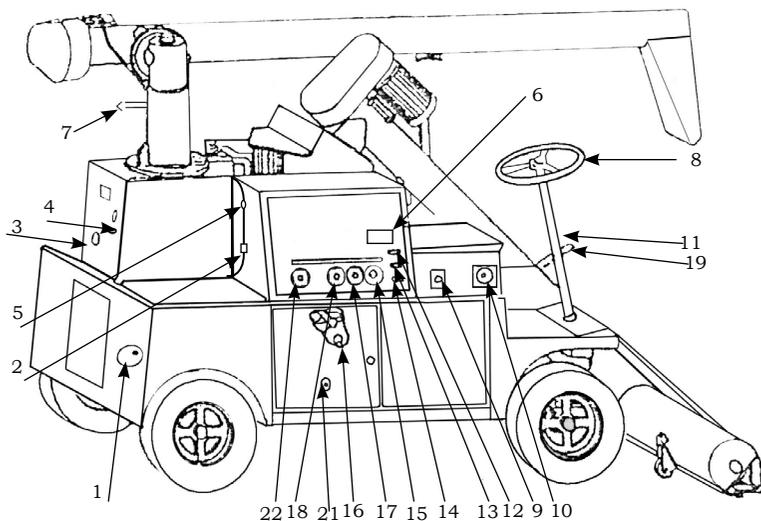

Рис.4.1.
3.23. Ежедневно, после установки рычага подачи семян (поз.19, рис.4.1) необходимо проверить правильность прилегания резинового уплотнения АПШ 13.003 (поз.3, рис.3.4)
4.1. Органы управления протравливателя (рис. 4.1) служат для управления процессами подготовки к работе, протравливания, а так же маневрирования.
Рукоятка механизма поворота 4 (см. рис. 4.1) и механизма подъема шнека предназначена для поворота и подъема выгрузного шнека с целью установки его в желаемое положение при выгрузке семян и маневрирования.
4.4. Посты управления (кнопки) (см. рис. 4.1) предназначены для ручного управления протравливателя механизмами в наладочном режиме. Кнопка 17
4.5 Для контроля работы протравливателя служат сигнальные лампы (см. рис. 4.1):
Проведите для этого следующие операции (см. рис. 4.1)
- 4) нажмите и отпустите кнопку 18 (рис. 4.1) «ВЫГРУЗКА». Работают двигатели М1, М2, М3 шнеков камеры 17 выгрузного шнека 19 и промежуточного шнека 18. Убедитесь в правильности вращения двигателей.
- 5) нажмите кнопку 22 (см. рис. 4.1) «СТОП» - двигатели М1, М2, М3 отключаются.
- 6) Поднимите устройство загрузочное с помощью рычага 11 (см.рис.4.1.) в верхнее положение, переведите рычаг переключения скоростей 21 в нижнее положение, установите переключатель 10 реверса самохода в положение, соответствующее направлению стрелки вправо по движению протравливателя - протравливатель вперед. Установите переключатель 10 реверса самохода в положение, соответствующее направлению стрелки назад влево – протравливатель движется назад. Установите переключатель 10 реверса самохода в среднее положение - движение протравливателя прекращается. При включении механизмов протравливателя на должно быть резко выделяющихся шумов и стуков.
6.4. Нажмите кнопку 18 (см. рис.4.1) «ВЫГРУЗКА» мешалка перемешивает содержимое бака по мере заполнения его водой.
6.5.1. Настройте протравливатель на производительность следующим образом(см. рис. 4.1):
- * отпустите рычаг 11 (см. рис. 4.1) подъема устройства загрузочного вниз;
- * при достижении семенами уровня нижнего датчика бункера включается насос и диск семян, начинается процесс протравливания, загорается лампа 14 (см. рис. 4.1) «ПОДАЧА СУСПЕНЗИИ»;